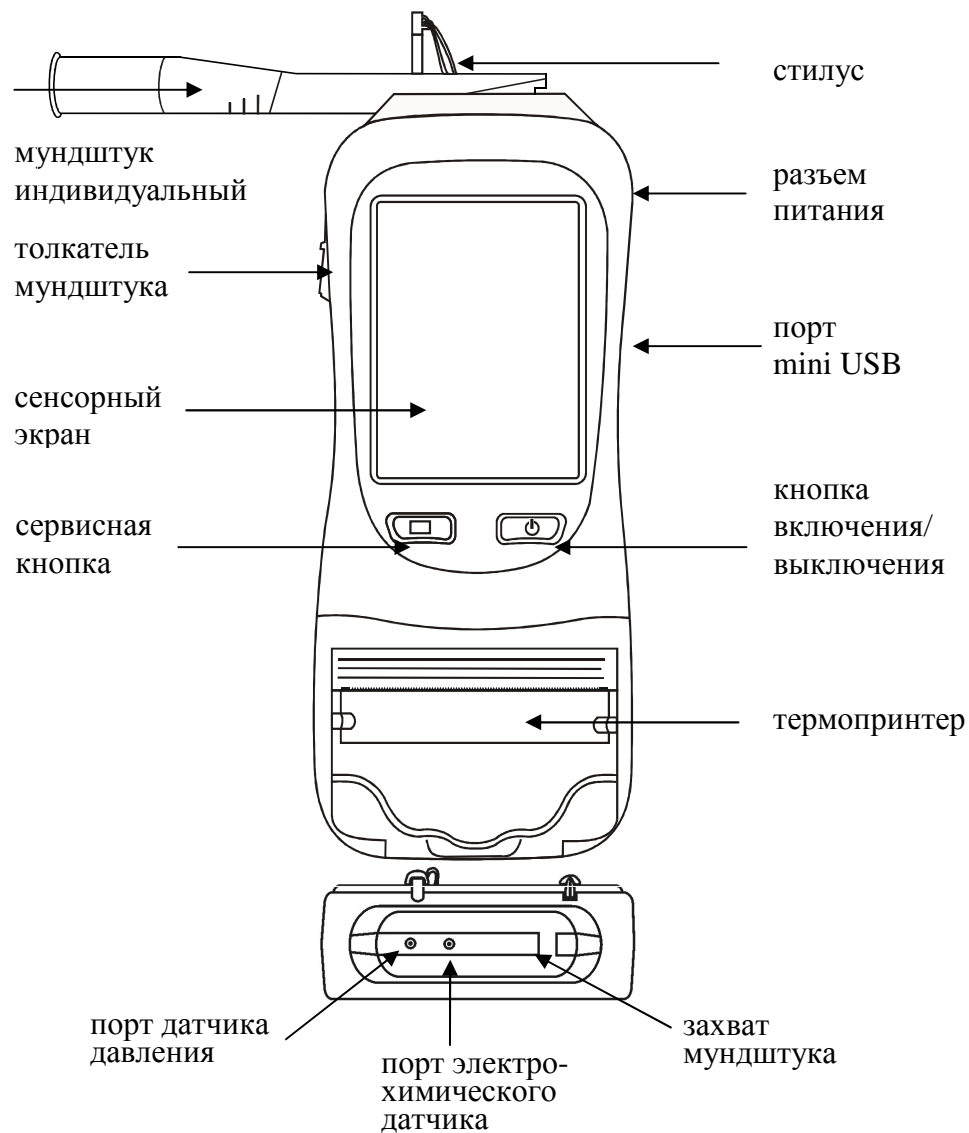

Рисунок 1 – Внешний вид анализатора (передняя панель и вид сверху)
1.4.15 Между направляющими для установки мундштука анализатор имеет **два входных порта заборной системы**; через один (металлический) воздух поступает на датчик давления, через другой (черный пластиковый) воздух поступает на электрохимический датчик (рисунок 1, вид сверху).